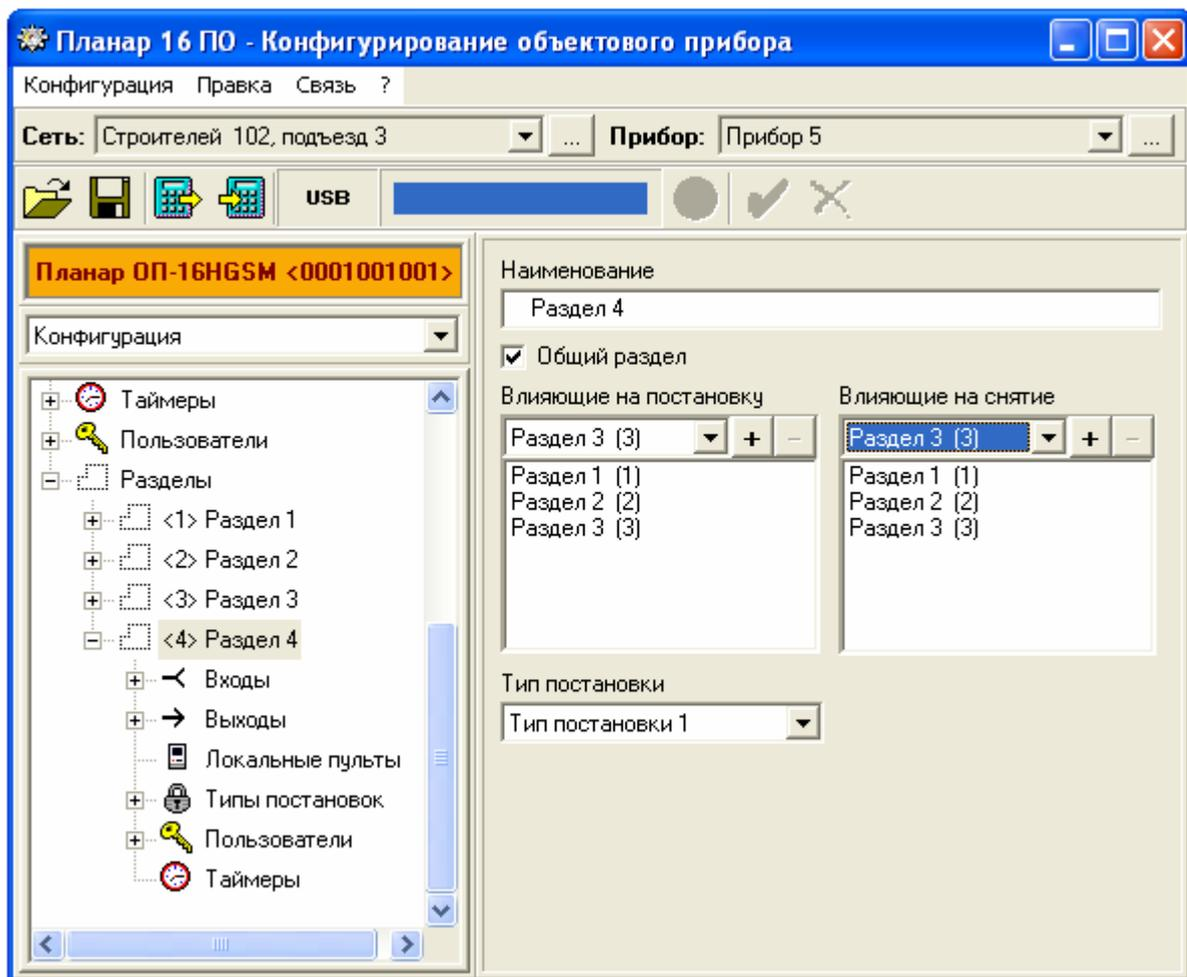

Рис. 12.10 Связь с общим разделом
12.2.4.1.2.5. Типовое окно программы конфигурирования объектового прибора при выборе разделов связанных с общим и выбора типа постановки показано на рис.12.10.